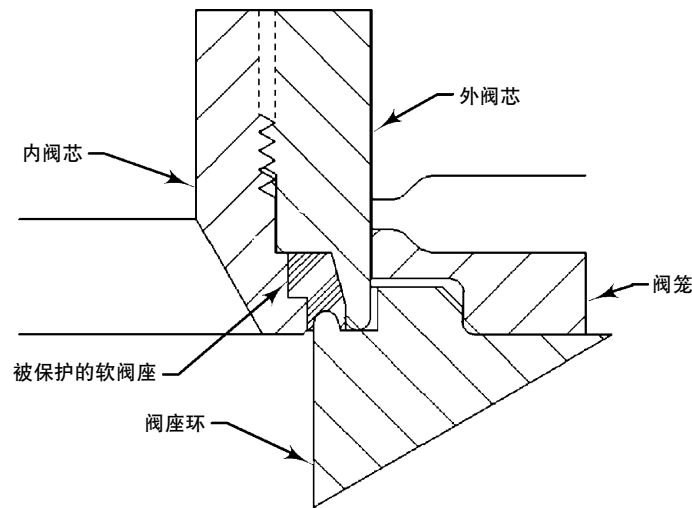

图7. 严密关闭阀内件 (TSO), 被保护软阀座的细节图。
8. 对严密关闭阀内件（TSO）的结构，进行下列步骤（参考图7与8）：
5. **对严密关闭阀内件（TSO）的结构**，进行下列步骤（参考图7与8）：